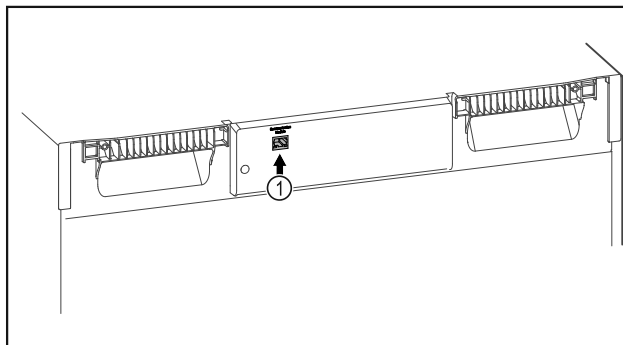

Fig. 115
- ☐ Le SmartModule Fig. 115 (1) est en place.